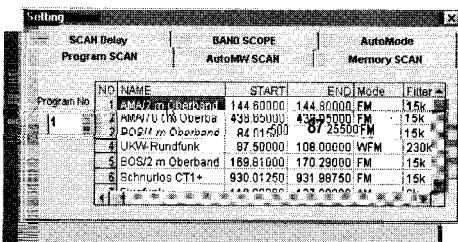

Abbildung 5: Ein Blick auf die Liste, in der sich pro Datei bis zu 20 Frequenzbereiche mit allen Daten zum automatischen Suchlauf definieren lassen.
- über die SET-Funktion kommen pro Datei bis zu 20 durch obere und untere Eckfrequenz definierbare Frequenz-Bereiche hinzu (Abbildung 5)